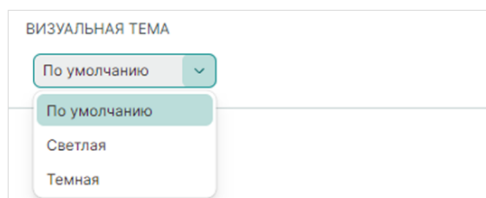

Рис. 84 Выбор визуальной темы
1. Выберите предпочтительное оформление из выпадающего списка в поле «Визуальная тема», см. Рис. 84;